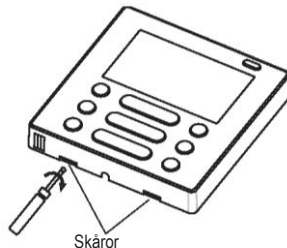

Fig. 3-4
- För in en skärad skruvmejsel i skärorna i den nedre delen av sladdfjärrkontrollen (två platser) och ta bort den övre delen av sladdfjärrkontrollen. (Fig.3-4)